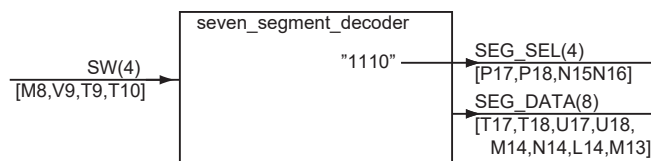

Fig. 6.4: 課題 5 のブロック図.
エンティティの名称と構成は **Fig. 6.4** のとおりにすること。図中の SW(4) は SW 信号が 4 ビットのベクトルであることを意味する。「4 つのスイッチで 2 進数入力」とは、4 つのスイッチを ON, OFF, ON, OFF ("1010") としたときに A を表示する、ということの意味する。4 つの 7 セグはアノードコモン接続されており、4 つのうちのどれを点灯させるかは ANx 信号で決める。この課題では 7seg0 だけを点灯させたいので、SEG_SEL 信号には常に "1110" を入力する。